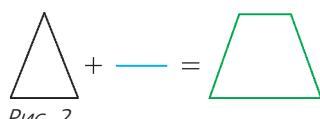

Рис. 2
**Пример 3.** Сумма Минковского треугольника и отрезка, параллельного одной из сторон, – трапеция (рис.2).